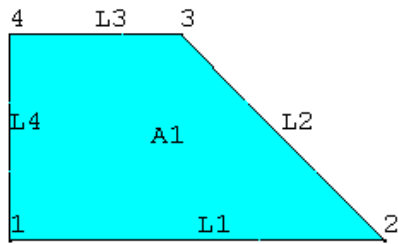

图11.29 由点生成面
(10) 单击 Main Menu>Preprocessor>Modeling>Create>Areas>Arbitrary>Through KPs 菜单，弹出图形拾取对话框，依次选择关键点 1、2、3 和 4，单击【OK】按钮确认。得到如图 11.29 所示的面。